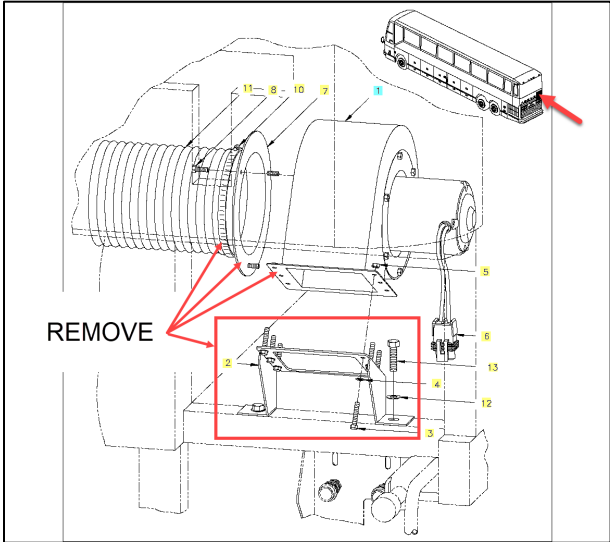

FIGURE 1: INSTALLATION EXISTANTE
1. Du compartiment moteur, retirez l'installation existante du ventilateur des toilettes (voir Figure 1).